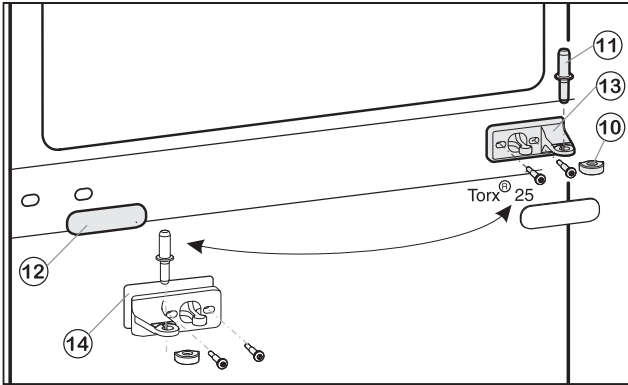

Fig.2
- Вытащите из опорного кронштейна и нижней дверцы средний опорный винт Fig. 2 (11).
- Снимите пластмассовый колпачок Fig. 2 (10).
- Открутите средний опорный кронштейн Fig. 2 (13) (2 шт. Torx® 25).
- Осторожно снимите накладку Fig. 2 (12).
- Прикрутите средний опорный кронштейн Fig. 2 (13) с подкладкой Fig. 2 (14) с поворотом на 180° на новую сторону шарнира (с моментом 4 Нм).
- Защелкните накладку Fig. 2 (12), повернув на 180°, на стороне, где теперь будет ручка.
- Снова наденьте пластмассовый колпачок Fig. 2 (10) на средний опорный кронштейн Fig. 2 (13).
- Вставьте средний опорный винт Fig. 2 (11) на новой стороне шарнира через средний опорный кронштейн Fig. 2 (13) в нижнюю дверцу.
- Установите верхнюю дверцу на средний опорный винт Fig. 2 (11).
- При необходимости выравнивайте дверцы через два продольных паза в нижнем опорном кронштейне и среднем опорном кронштейне Fig. 2 (13) параллельно корпусу устройства. Для этого выкрутите средний винт на нижнем опорном кронштейне.